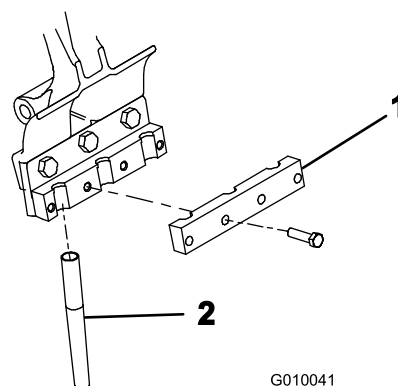

Рисунок 26
5. К каждому держателю зубьев свободно прикрепите 4 болтами ( $\frac{3}{8} \times 1\frac{1}{2}$  дюйма) зажим зубьев (Рисунок 26). Не затягивайте болты.